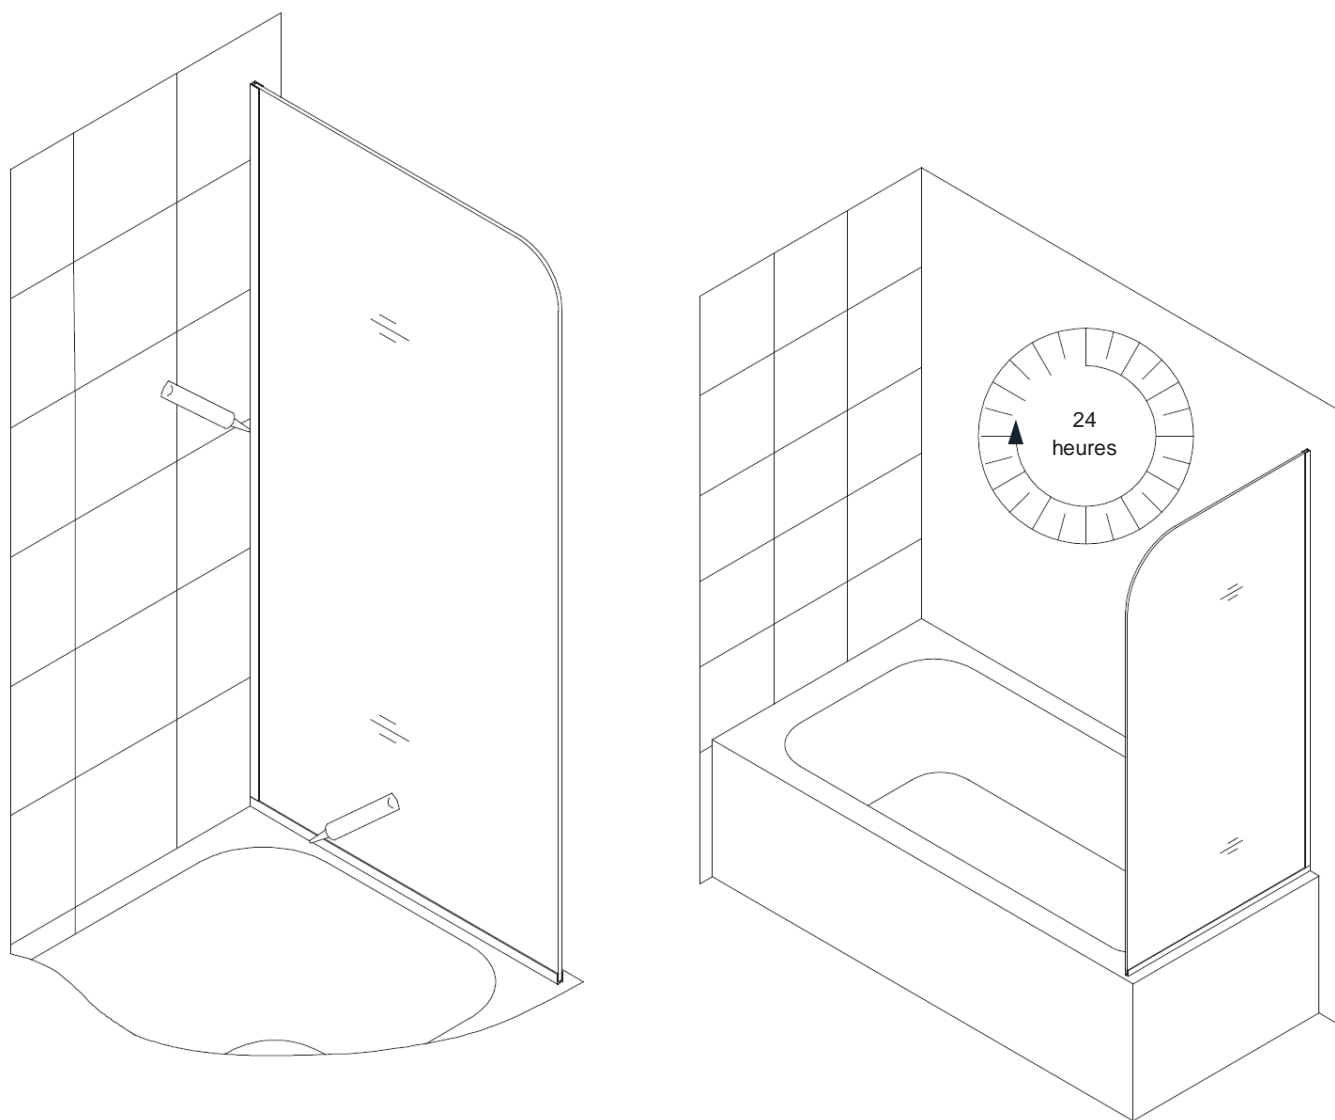

Fig. 14
12. Appliquez un silicone de qualité supérieure, résistant à l'eau et à la moisissure, le long de la jonction des deux profilé en U avec le mur et avec le pourtour de la baignoire à partir de l'intérieur de la douche. **(Fig. 14)**